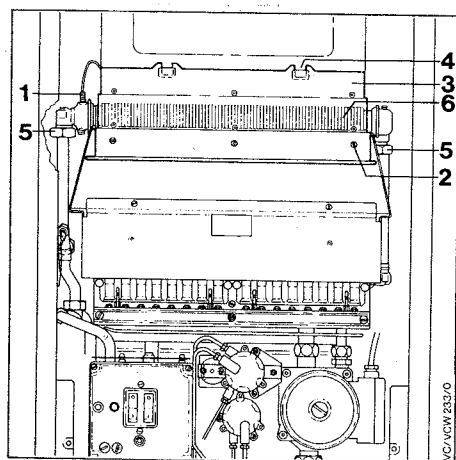

Fig. 19
- a) Togliere la sonda del limitatore di temperatura (1) fig. 19.
- b) Levare le n° 3 viti (2).
- c) Levare la lamiera di protezione (3) dalle guide (4) della cappa antivento.
- d) Allentare i raccordi (5) dello scambiatore.
- e) Estrarre lo scambiatore (6) facendolo scorrere sulle guide laterali.